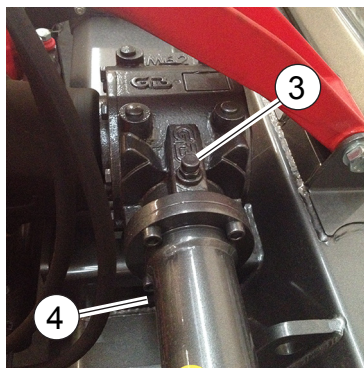

Fig.89
- Svitare il tappo (3, "Fig.89").
- Posizionare un recipiente sotto al tappo di scarico (4, "Fig.89").
- Svitare il tappo di scarico (4, "Fig.89").
- Avvitare il tappo di scarico (4, "Fig.89").
- Immettere olio tipo SPARTAN EP150, o equivalente, fino a raggiungere il livello indicato dal tappo (2, "Fig.89"). Pulire il tappo di sfio.
- Avvitare il tappo (3, "Fig.89");
- Montare la protezione (1, "Fig.89").
- To unscrew the cork (3, "Fig.89").
- Place a container under the drain plug (4, "Fig.89").
- Unscrew the drain plug (4, "Fig.89").
- Screw the drain plug (4, "Fig.89").
- Put oil type SPARTAN EP150, or equivalent, up to the level indicated by the cap (2, "Fig.89"). Clean the breather plug.
- Screw the cap (3, "Fig.89");
- Mount the protection (1, "Fig.89").
- Dévisser le bouchon (3, "Fig.89").
- Placer un récipient sous le bouchon de vidange (4, "Fig.89").
- Dévisser le bouchon de vidange (4, "Fig.89").
- Visser le bouchon de vidange (4, "Fig.89").
- Mettre de l'huile type SPARTAN EP150, ou équivalent, jusqu'au niveau indiqué sur le bouchon (2, "Fig.89"). Nettoyer le bouchon renifleur.
- Visser le bouchon (3, "Fig.89");
- Monter la protection (1, "Fig.89").
- Abschrauben Sie den Deckel (3, "Fig.89").
- Einen Behälter unter die Ablassschraube (4, "Fig.89").
- Die Ablassschraube (4, "Fig.89") abschrauben.
- Ziehen Sie die Ablassstopfen (4, "Fig.89").
- Geben Typ Öl SPARTAN EP150, oder gleichwertig, bis auf die Ebene von der Kappe (2, "Fig.89") angezeigt. Entlüftungsstopfen reinigen.
- Ziehen Sie die Stopfen (3, "Fig.89");
- Schutz (1, "Fig.89") montieren.